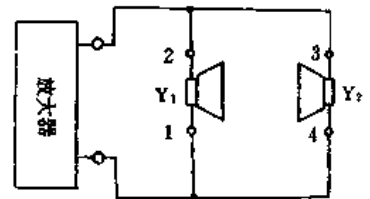

图 12-6
(1)判断两只扬声器的相位:如图 12-6 所示,用两根 40cm 左右的花线,将两只扬声器并联后接到放大器的输出端,然后开机,两手各拿一只扬声器,使纸盆相对并逐渐靠拢,这时声音将发生变化。假如声音变大则说明  $Y_1$ 、 $Y_2$  的 1、3 端为同相位;假如声音变小则说明 1、3 端反相,需将其中任一只扬声器连线对调后才能使用。